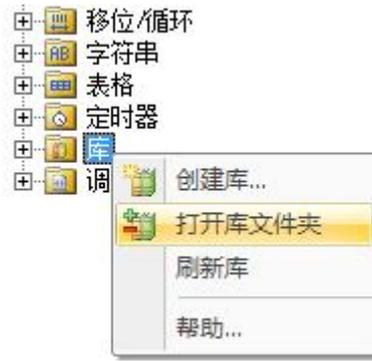

图 1.打开库文件夹
- 1) 打开 STEP 7-Micro/WIN SMART V2.2 版本软件，鼠标右键项目树的“库”节点，并从快捷菜单中选择“打开库文件夹”，如图 1. 所示。